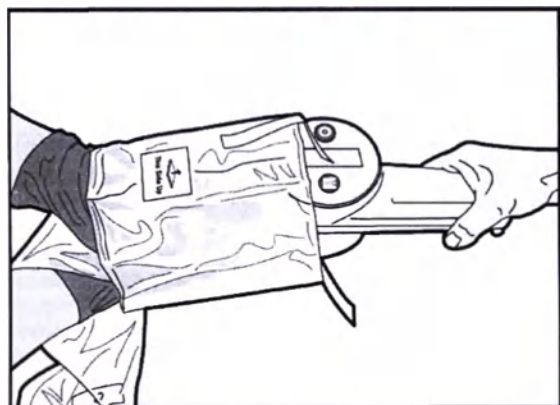

Рисунок 4. Размещение MDU5 PLUS
5. Затем оператор вне стерильного поля помещает MDU5 PLUS в раскрытый пакет, располагая MDU5 PLUS так, чтобы его верх был совмещен со стикером на пакете с надписью «Верх» (Рисунок 4).